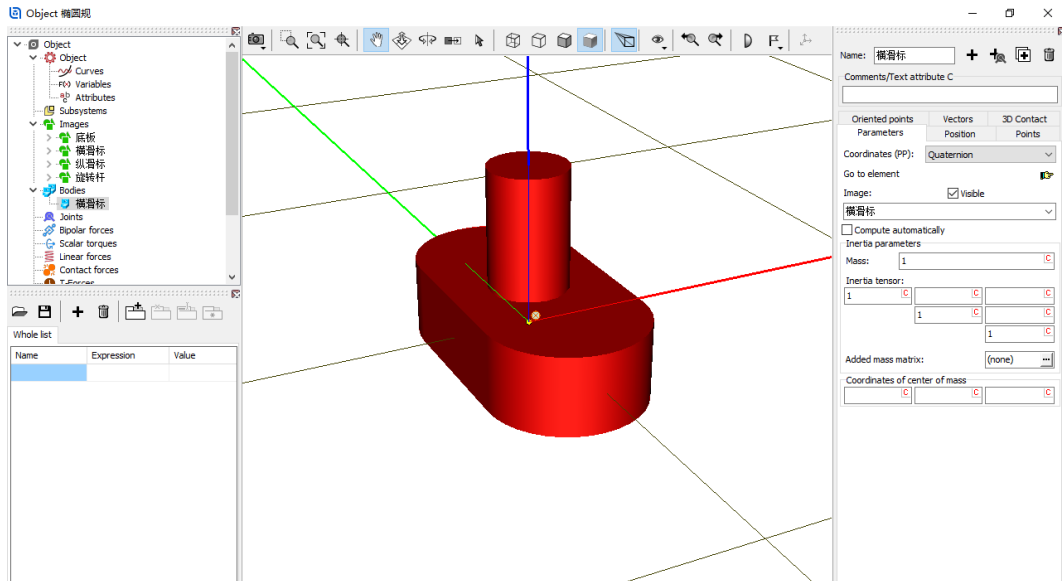

图 2-74
- 6) 创建第一个刚体**横滑标**，从 **Image** 下拉菜单选择几何**横滑标**，设置质量 (1) 和转动惯量 (1, 1, 1) 参数，如图 2-74。